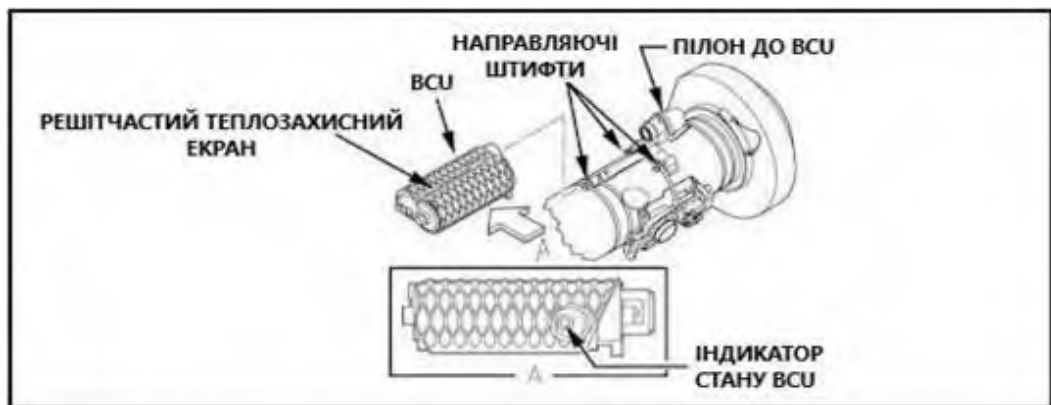

Рисунок 6.56 – Новий блок живлення та охолодження
5) якщо ВСУ має решітчастий теплозахисний екран (рисунок 6.56), натиснути на засув ВСУ великим пальцем;